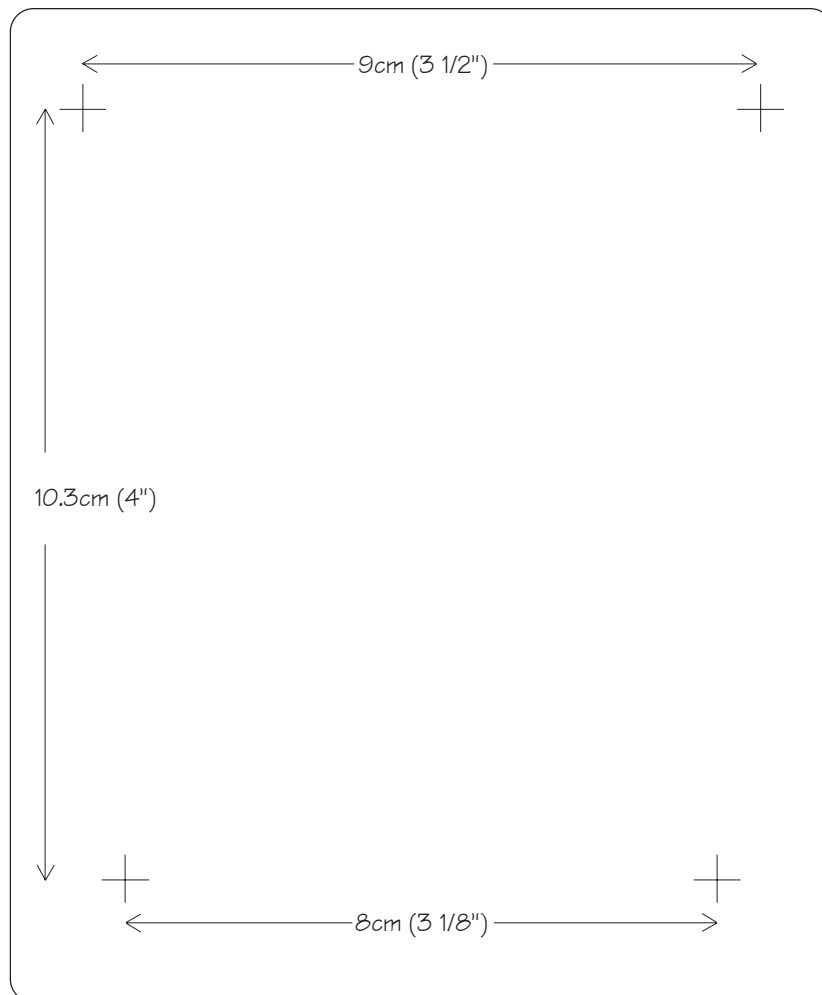

Рис. 5-14 Плита для настенного монтажа панели индикации PowerView
- Используйте шаблон на рис. 5-14 для установки четырех больших винтов на чистой сухой поверхности стены.